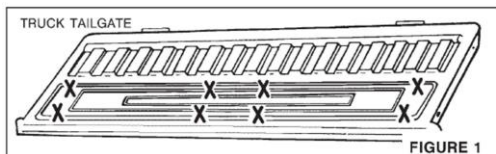

FIGURE 1
Remove 8 (eight) existing factory installed tailgate screws (Designated by "X" in FIGURE 1) and discard them.
Place bedliner in truck box. While standing beside truck at approximately the center of box area, lift side of bedliner up at a 45° angle so that the opposite side slips under the siderail of pickup truck (See FIGURE 1). A second person may be required to help slip the wall of the bedliner under the sidewall of the truck box.
1. Assemble "Liner-Lok™" fasteners by sliding metal clip onto plastic swingnut (see FIGURE 1).
Enlevez les huit (8) vis de la porte à rabattement arrière installées dans l'usine (indiquées par "X" sur la figure 1) et les jetez.
Placez la doublure du plateau dans la benne du pick-up. Debout, à côté du pick-up et à proximité du centre de la benne, levez le côté de la doublure du plateau selon un angle de 45° de façon à ce que le côté opposé glisse en dessous de la paroi latérale du pick-up (voir FIGURE 1). Une deuxième personne peut être nécessaire pour aider à glisser la paroi de la doublure du plateau en dessous de la paroi latérale de la benne du pick-up.
1. Assembler les attaches "Liner-Lok" en glissant le crochet en métal dans le clapet en plastique (voir fig. 1)